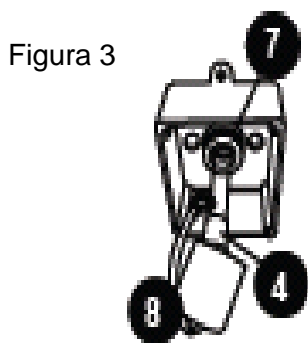
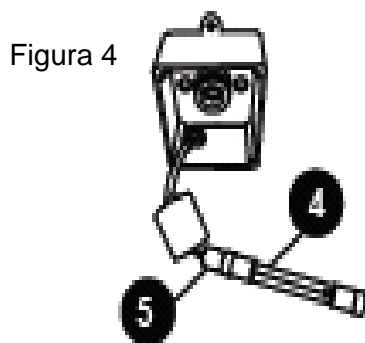
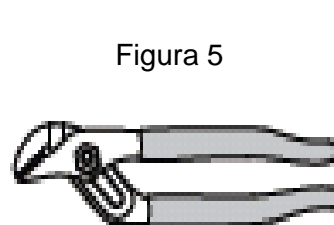
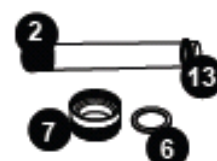

Figura 3
Figura 4
Figura 5
Figura 6
5. Remova o soquete da lâmpada (8) deslizando-o sobre o cabo fora da porca de compressão (7), Figura 3.
6. Remova lentamente a lâmpada UV (4) para fora do tubo de quartzo
7. Remova o soquete (5) da lâmpada UV (4), Figura 4.
8. Remova a porca de compressão (7) virando-a no sentido anti-horário, Figura 3. Utilize um par de alicates se necessário, Figura 5. Você vai encontrar uma arruela de compressão de aço inoxidável(6) que passa pelo tubo de quartzo. Guarde essa arruela (6) para uso posterior, Figura 6. Há também um anel de vedação (13), comprima o anel de vedação, lentamente e cuidadosamente remova o tubo de quartzo.
19. Deslize a nova lâmpada UV (4) de volta para dentro do tubo de quartzo, Figura 3.
20. Reinstale a lâmpada (8) de volta com a porca de compressão(7).
21. Reinstale a tampa de fechamento (10) com a vedação (9) e aperte com os parafusos.